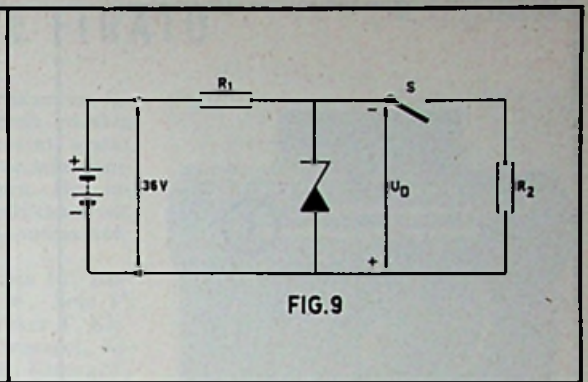
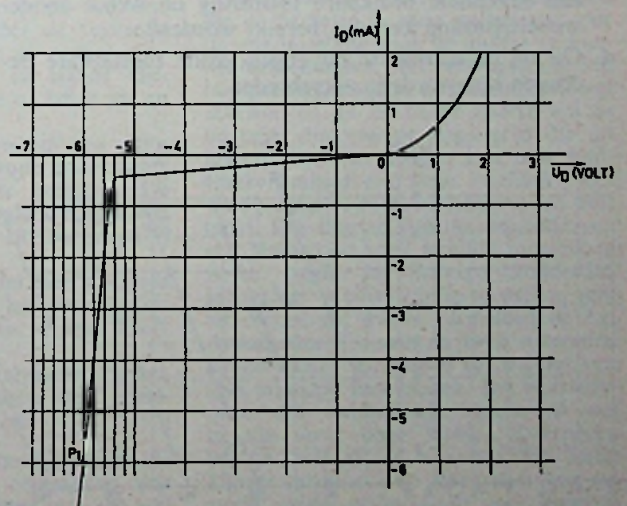

FIG. 9
FIG. 10
② De spanningsstabilisatieschakeling van fig. 9 bevat een zenerdiode; de grafiek van deze diode is in fig. 10 afgebeeld.
a. Uit fig. 10 zien we dat voor het punt P_1 geldt $U_D = -6$ volt en $I_D = -6$ mA. Het minteken bij U_D wil hier zeggen dat de spanning het tegengestelde teken heeft als die welke bij de zenerdiode positief wordt geteld. (Deze laatste polariteit is in fig. 9 aangegeven.) Het minteken bij I_D betekent dat de stroom in de ze-
nerdiode tegengesteld vloeit aan de doorlaatrichting (deze is in fig. 9 van onder naar boven).
- b. Als door R_2 een stroom van 2 mA vloeit en door R_1 een stroom van 6 mA, vloeit door de zenerdiode 4 mA. Volgens fig. 10 is dan de spanning op deze diode 5,8 volt. De grootte van R_2 is dus $5,8/2 = 2,9$ k Ω .
- c. De wisselstroomweerstand van de zenerdiode is gelijk aan het omgekeerde van de helling van de karakteristiek in het beschouwde gebied. Uit fig. 10 lezen we hiervoor af $0,2$ V/2 mA = 100 Ω .